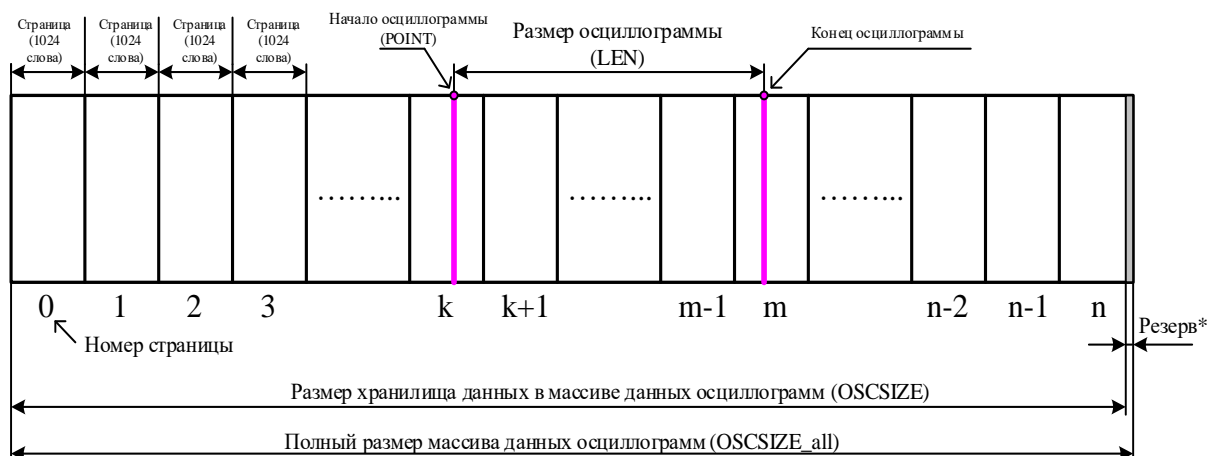

Рисунок 8.3
4. определить адрес начала и окончания осциллограммы в массиве данных осциллограмм (рисунок 8.3);
5. выделить искомую осциллограмму из хранилища данных осциллограмм (рисунок 8.3) и прочесть ее содержимое (при чтении осциллограммы выполняется ее переверт – рисунок 8.4);